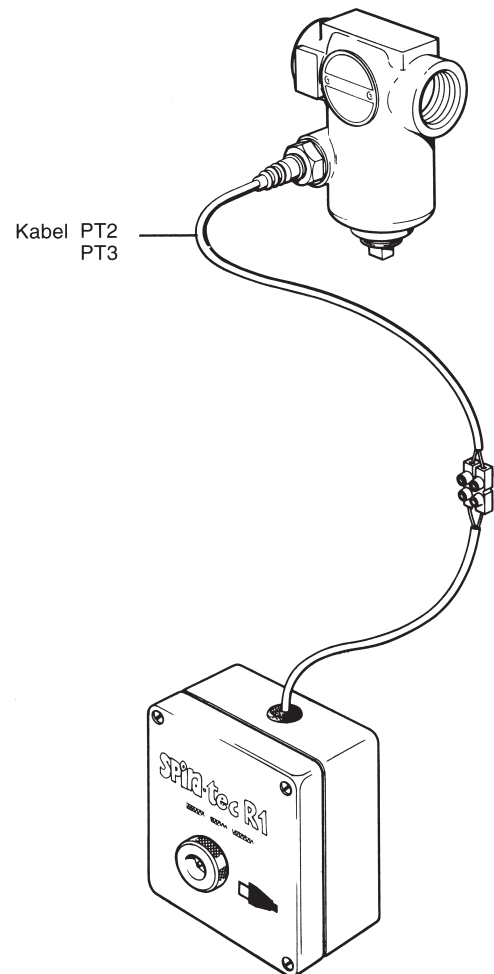

Bild 2
3. Steckerende PT 2 oder 3 mit der Sonde der Prüfkammer in der Rohrleitung verbinden und Kabel auseinanderziehen (Länge = 1,25 m). Mit handelsüblichem Kabel nach Bedarf verlängern. Bei Feuchtigkeit oder Nässe ist der Anschluss der Verlängerung wassergeschützt auszuführen. Das Verlängerungskabel durch den Kabeldurchgang stecken (Bild 2).